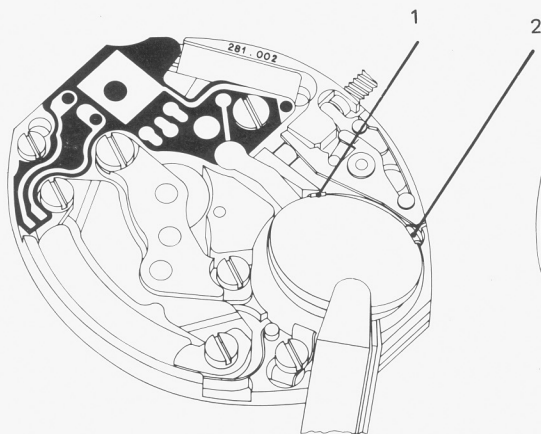

Fig. 1
1. Placer la pile de biais, depuis le côté opposé à la tige de mise à l'heure, sous les deux lames — 1 et 2 — de la bride de masse (4407) Fig. 1.
1. Die Batterie seitwärts schräg unter die beiden Lamellen 1 und 2 der Massenbügel (4407) plazieren Fig. 1
1. Place the battery sideways inclined under the two springs 1 and 2, of the earth connector (4407). See Fig. 1